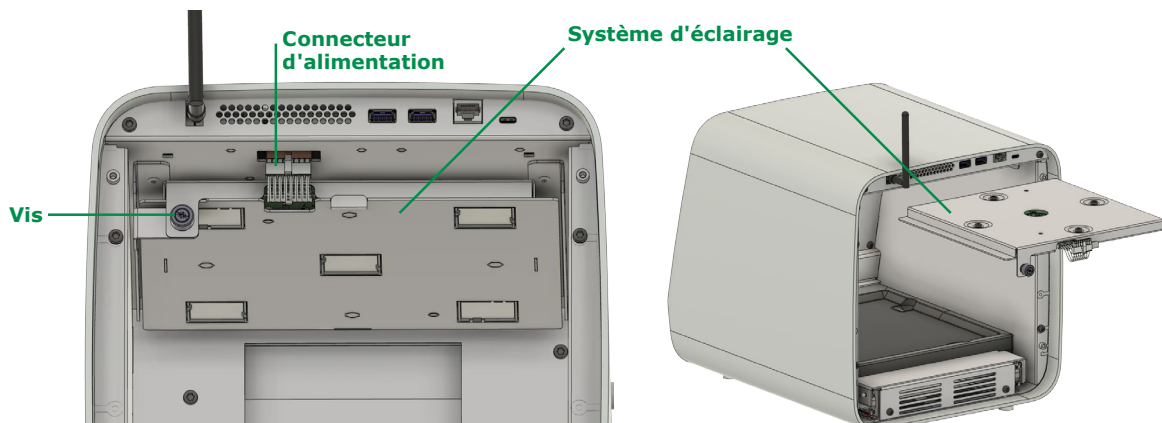

Figure 10.3 : Remplacement du système d'éclairage
- 6) Si au moins l'une des sources de lumière ne fonctionne pas, ou si l'éclairage semble sombre d'un côté, le système d'éclairage a peut-être besoin d'être changé (voir Section 10.4). Si, après remplacement, le système d'éclairage reste sombre, vérifier si le connecteur d'alimentation du système est bien branché (voir Figure 10.3) et si le couvercle arrière **B7** a été refermé correctement.
- 5) Débrancher avec précaution le câble dénommé "Connecteur d'alimentation" sur la Figure 10.3.